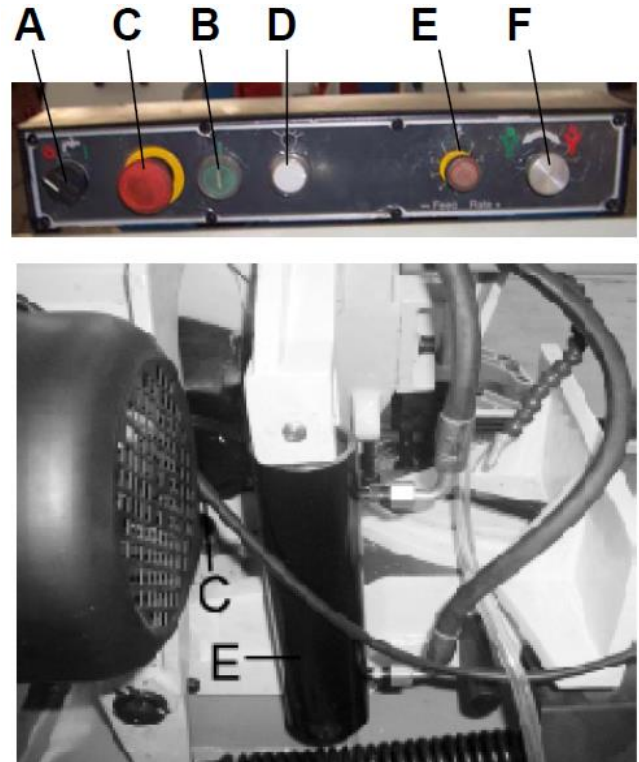

Рис. 3
5. Регулировка скорости подачи во время резания: повернуть переключатель скорости (Е) по часовой стрелке, чтобы увеличить скорость подачи, против часовой стрелки – чтобы снизить скорость подачи. После регулировки положения переключателя скорости (Е) при помощи переключателя управления (F) включить пыльную раму.
6. Станок оснащен концевым выключателем, который отключает двигатель по завершении обработки. Управление концевым выключателем (D) осуществляется рычагом (С), который при контакте с верхней поверхностью гидравлического цилиндра (Е) отключает двигатель и насос подачи СОЖ (рис. 3).
7. Если отключение двигателя происходит до завершения обработки, либо двигатель работает после завершения обработки, можно отрегулировать положение концевого выключателя (D), ослабив 2 винта (рис. 3).